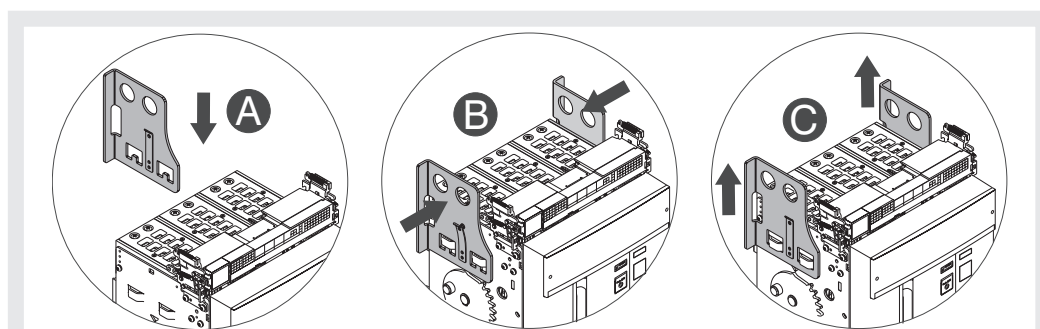

Figura 38
3. Posizionare le piastre di sollevamento sulla parte mobile accertandosi che la linguetta delle piastre sia agganciata. Vedi Figura 38.